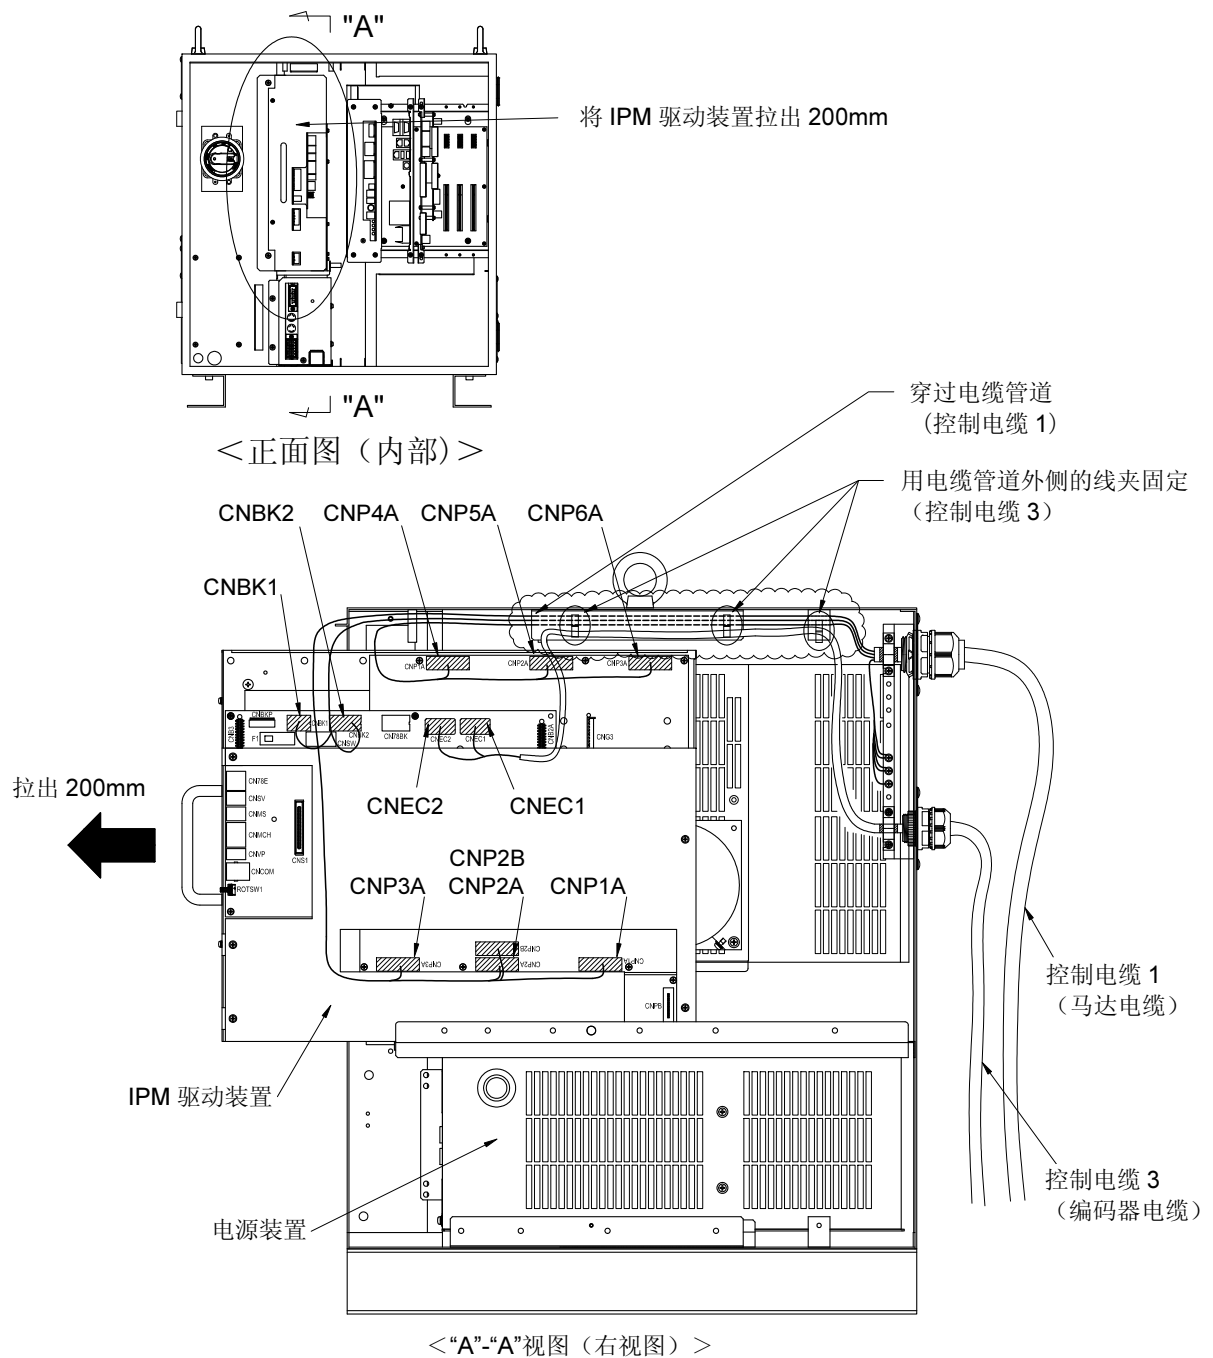

图 3.3.5 制电缆 1 和 3 的连接：机器人控制装置侧面（布线和连接）(B/V 类)
- 6 布设控制电缆 1 和 3，并将每个连接器连接到 IPM 驱动单元上相应的连接器上，B/V 型操纵器参看图 3.3.5，H 型操纵器参看图 3.3.6。